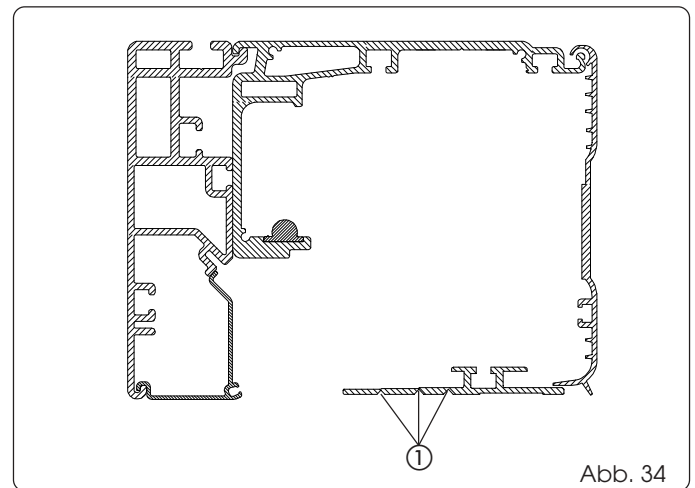

Abb. 34
Das Profil der unteren Abdeckung ist bereits eingeschnitten, damit es den verschiedenen Flügelstärken angepasst werden kann. Das überschüssige Material entfernen und an den in Abb. 34 Bez. ① angegebenen Stellen durchbrechen.